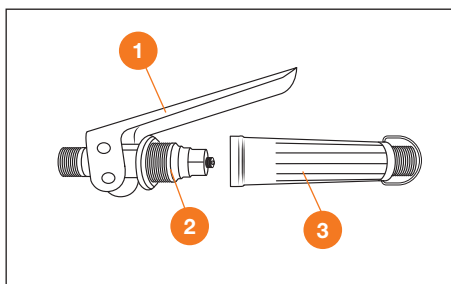

Рис. 28
Разберите рукоятку управления: открутите рукоятку ⑤, нажмите на рычаг ① откроется перепускной механизм ②, смажьте его силиконовой смазкой, плотно закрутите рукоятку ③ на место (Рис. 28).